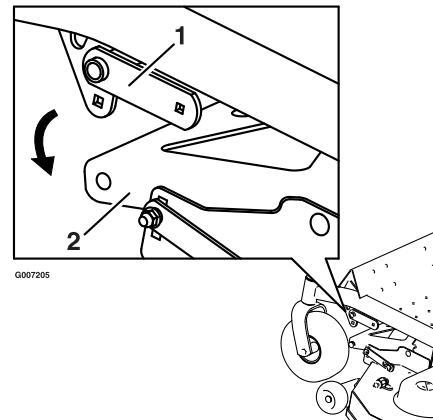
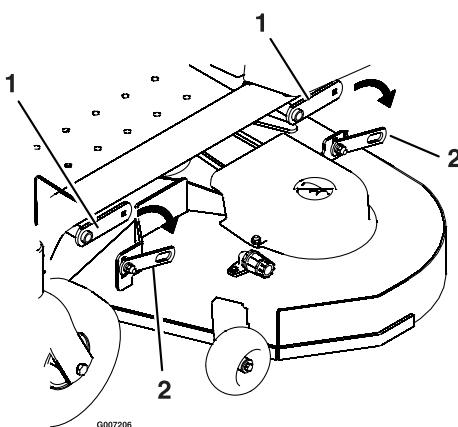

Figure 53
Figure 54
4. Enlevez les fixations de la patte de fixation et du bras de relevage de chaque côté du plateau de coupe (Figure 53).
5. Enlevez l'écrou, le boulon et la bague de pivot de la bielle du plateau (Figure 53). Abaissez doucement l'avant du plateau de coupe au sol (Figure 54).
- Utilisez les fixations existantes pour fixer la bielle arrière du plateau au bras de relevage (Figure 54).
- Fixez les fixations de la patte de fixation et du bras de relevage de chaque côté du plateau de coupe (Figure 53).